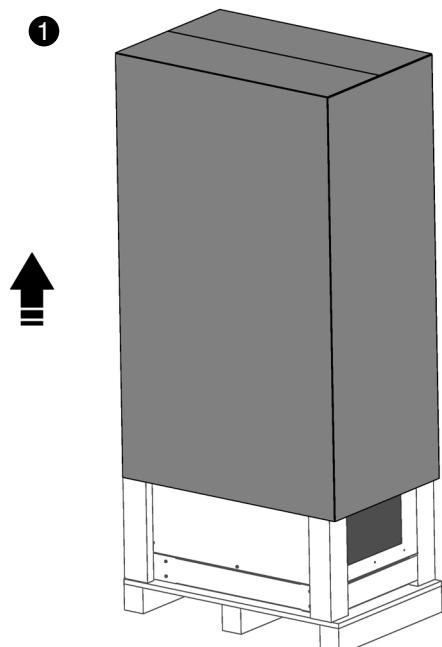

Fig. 28. Retrait de l'emballage en carton.
Les Fig. 28 à Fig. 35 montrent, à titre d'exemple, les illustrations correspondant au déballage de l'armoire ASI de 50 kVA à 80 kVA.
- 1 Pour déballer l'équipement, coupez les bandes du boîtier en carton et retirez-le par le haut comme s'il s'agissait d'un couvercle (*Fig. 28*) ou démontez-le avec les outils nécessaires si le boîtier est en bois.